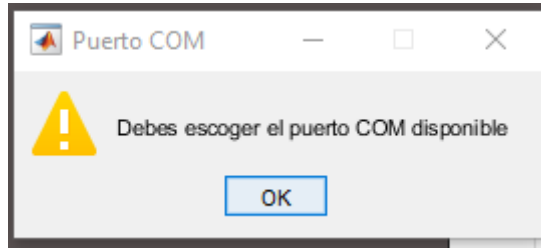

Figura 4.2: Alerta de puerto COM no disponible.
1. *Bloque de conexión.* Configuración del puerto COM para la comunicación entre el sistema iiDAQ y la computadora, además de opciones para conectar y desconectar el sistema. En cuanto se conecta el dispositivo, se habilita el puerto COM disponible y es posible enlazar la comunicación entre la App y los módulos del sistema. Es importante elegir este puerto, ya que, de no hacerlo, se mostrará un mensaje de advertencia (Figura 4.2) y la comunicación no se enlazará. Una vez hecho el anterior paso, dar click en *Conexión iiDAQ* y estará listo para utilizar el sistema con la interfaz gráfica. Cuando se hayan terminado las operaciones que el usuario requiera, se desconectará el sistema con ayuda del botón *Desconexión iiDAQ*, al dar click en este.